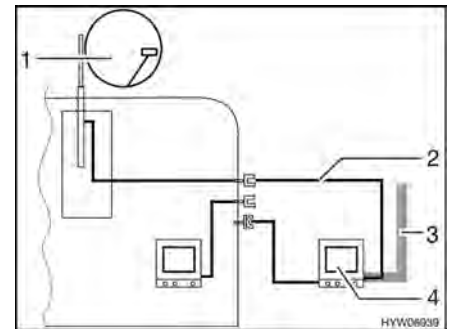

Fig. 149 TV nella tenda veranda
- TV nella tenda veranda (Fig. 149,4): Collegamento all'antenna del tetto (Fig. 149,1) con cavo di collegamento (Fig. 149,2)
- TV nella tenda veranda (Fig. 149,4): Collegamento a antenna esterna (Fig. 149,3)